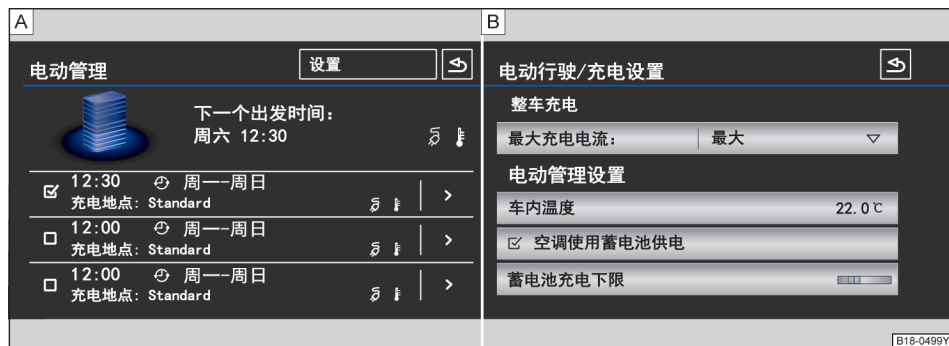

图 131 信息娱乐系统屏幕：充电设置
– 通过信息娱乐系统[CAR] - 电动管理，进行延迟充电的相关设置→图 131 [A]→第 29 页。